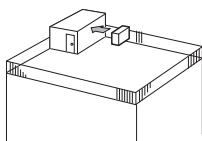
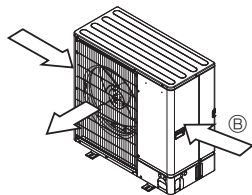

Fig. 2-4
Fig. 2-6
- ① Umístěte výstup vzduchu směrem k nejbližší dostupné zdi a ponechte u ní volný prostor přibližně 35 cm. (Fig. 2-4)
- ② U míst, kde může silný vítr (tajfun atp.) vstupovat přímo do výstupu vzduchu, namontujte volitelné vedení vzduchu.
- ③ Pokud je to možné, umístěte jednotku tak, aby se výstup vzduchu nacházel v pravém úhlu směrem k obvyklému směru větru. (Fig. 2-6)